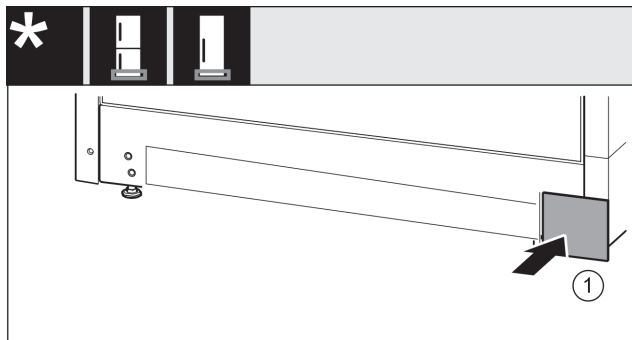

Fig. 20
- Pokrov Fig. 20 (1) ponovno namestite na drugi strani.